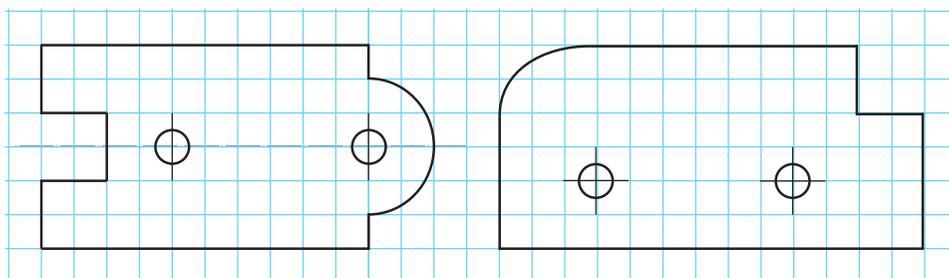

Рис. 50. Чертёж деталей
1. Выполни в тетради по клеточкам чертёж выбранной детали (рис. 50).